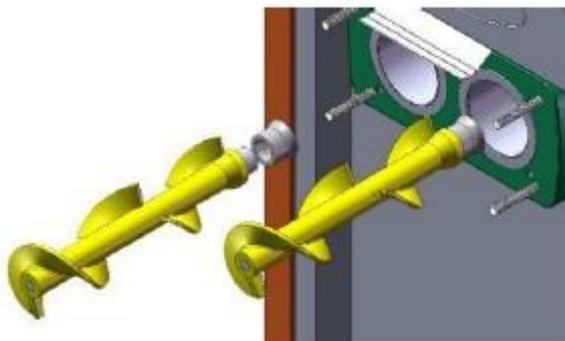

Рис.2
- Установите мешалки, как показано на рис.2; Смажьте маслом штырьки для установки мешалок.